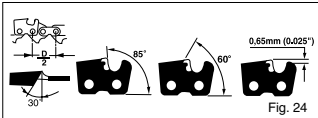
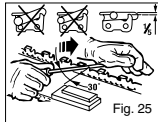

Fig. 24
Fig. 25
-3/8" Lav Profil X ,050". Slibning af kæden: Lyden af kæden (fig. 24) er.
Slib kæden med en rund fil 3/16 fil (4.8mm) Slib altid tænderne med en udad bevælgelse (fig. 25) med opmærksomhed på de i fig. 24 givne værdier.